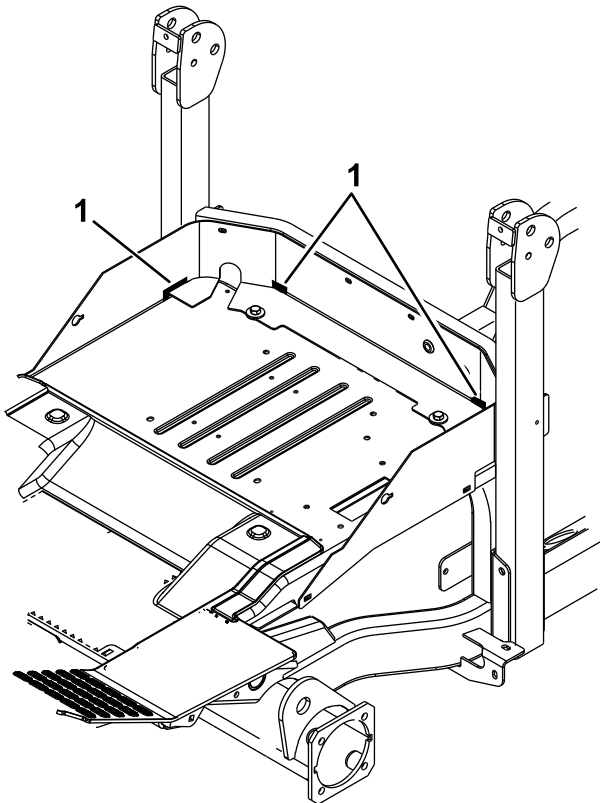

Figura 7
1. Selle los orificios existentes de la mampara en ambos lados en los puntos indicados en la Figura 7 con sellador RTV negro.